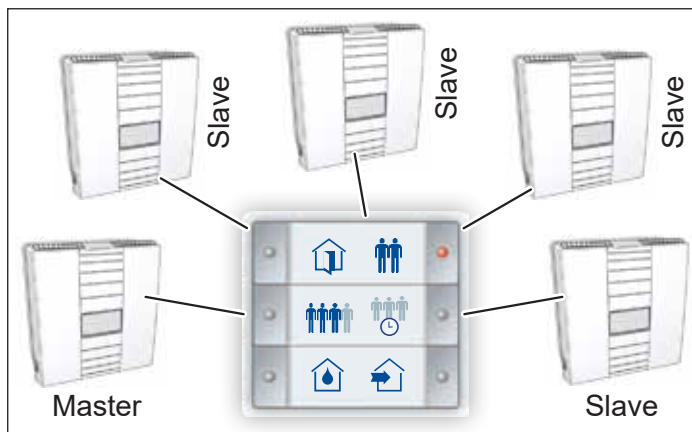

Abb. 30: Lüftungsgeräte sternförmig anschließen
- Die Steuerkabel sollten nach Möglichkeit sternförmig (siehe Abb. 30) von den Lüftungsgeräten zum Tastsensor InControl verlegt und angeschlossen werden.